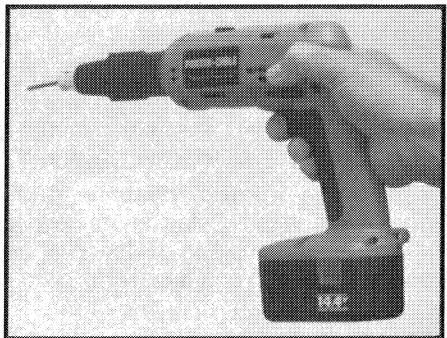

Fig. 5
**PARA EVITAR DESCARGAS ELÉCTRICAS ACCIDENTALES, EL DESTORNILLADOR DEBE SOSTENERSE DE LA MANERA QUE SE MUESTRA EN LA FIG. 5.**